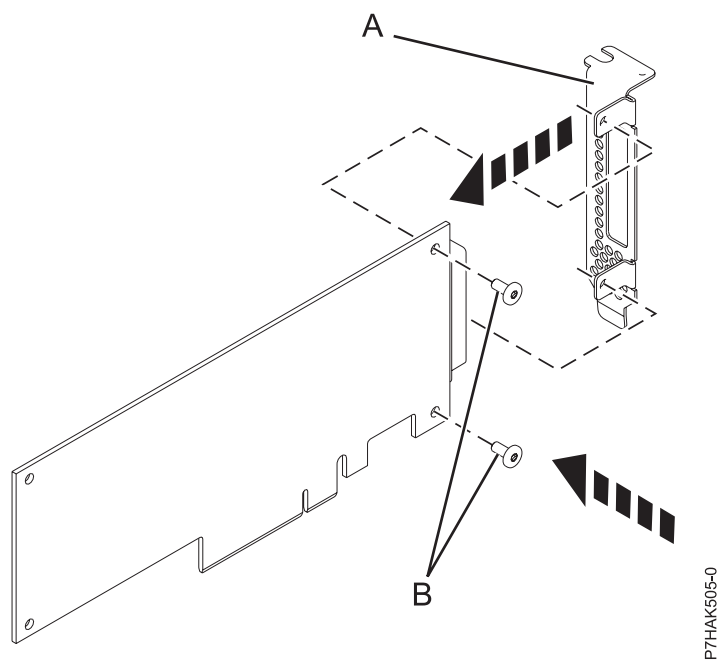

Figura 34. Fixació de la contrapunta de perfil baix a un adaptador PCI
11. Mitjançant un tornavís Phillips i els dos cargols de retenció (B), fixeu la contrapunta (A) de l'adaptador PCI que falla a l'adaptador PCI nou. Consulteu Figura 34.